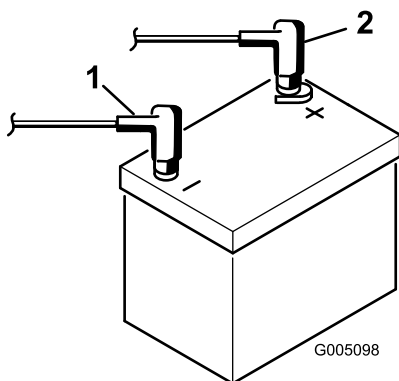

Figure 6
2. Branchez le câble de batterie positif (rouge) entre le solénoïde de démarreur et la borne positive (+) de la batterie (Figure 6). Serrez-le avec une clé et enduisez la borne de vaseline. Vérifiez que le siège ne touche pas le câble quand il est reculé au maximum, car cela pourrait endommager le câble.